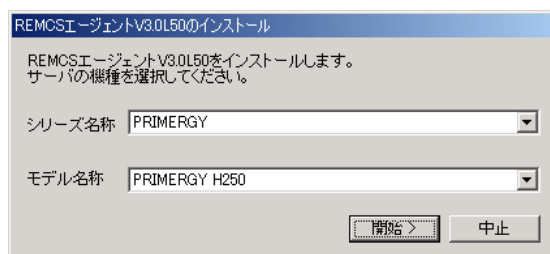

図 3-8 サーバ機種選択画面
- 4 モデルを判定できなかった場合は、サーバ機種選択画面 (図 3-8) が表示されます。シリーズ名とモデル名称を選択します。
- 4 モデルを判定できなかった場合は、サーバ機種選択画面(図 3-8)が表示されます。シリーズ名とモデル名称を選択します。